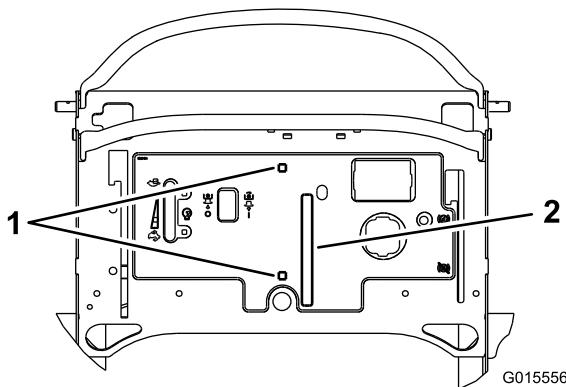

Figura 9
1. Servendovi della colonna come riferimento, tagliate nell'adesivo un'asola per la leva di comando della velocità e i fori quadrati per i bulloni a testa tonda (Figura 9).